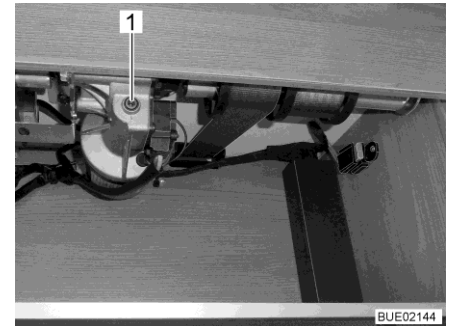

Fig. 149 Acceso al accionamiento
- Insertar la manivela entregada o una llave Allen en el alojamiento en el motor (Fig. 149,1).